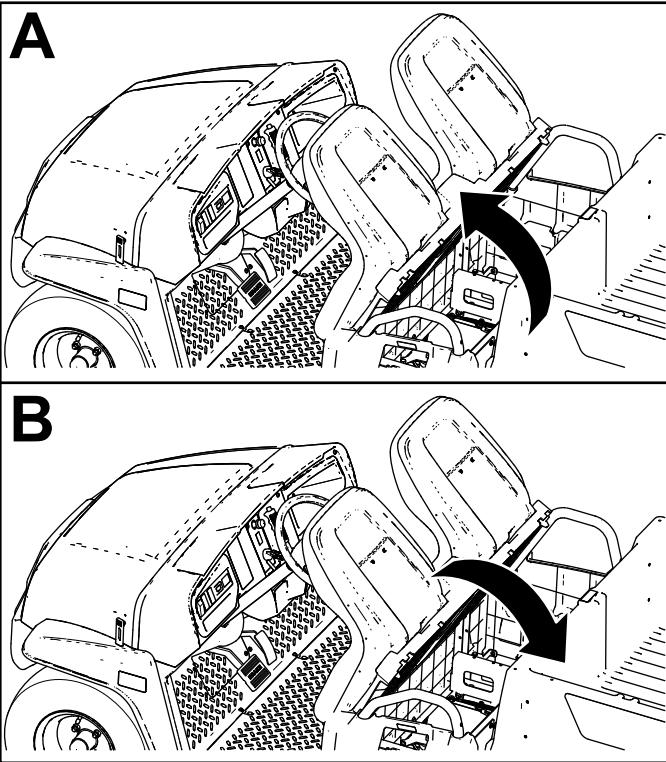

Figura 23
Para elevar el conjunto de asientos, empuje el conjunto de asientos hacia adelante hasta que descansen sobre el volante (Figura 23).
Para bajar el conjunto de asientos, empuje el conjunto hacia atrás hasta que encaje en su posición inicial (Figura 23).
1. Empuje el conjunto de asientos hacia adelante a la posición elevada (Figura 23).